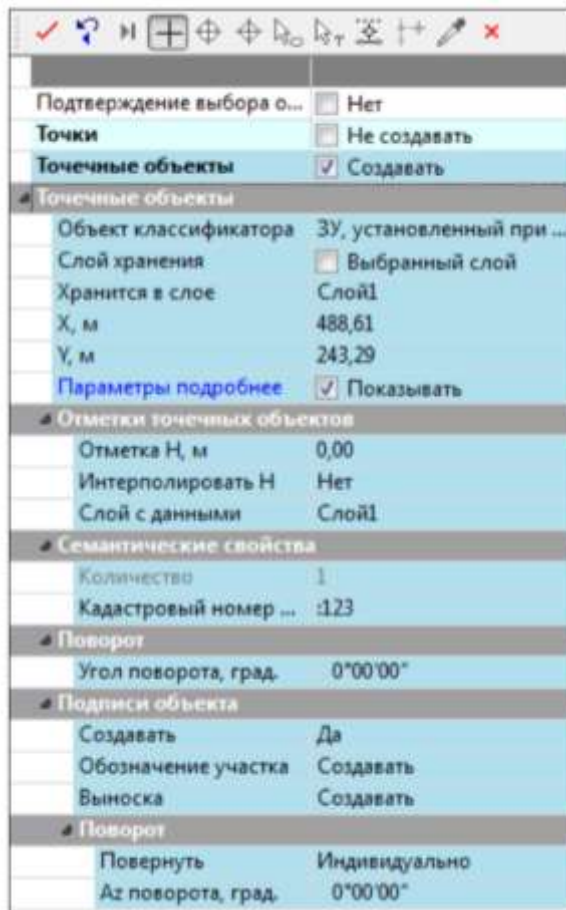

Рисунок 7 – Окно подтверждения выбора
8. В окне параметров (рисунок 7) можно выбрать другой объект классификатора, ввести семантику, изменить слой хранения для ТТО.